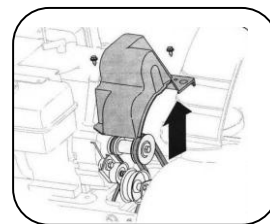

Рис. 15
1. Снимите кожух ремня спереди двигателя, выкрутив два винта (см. рис. 15).